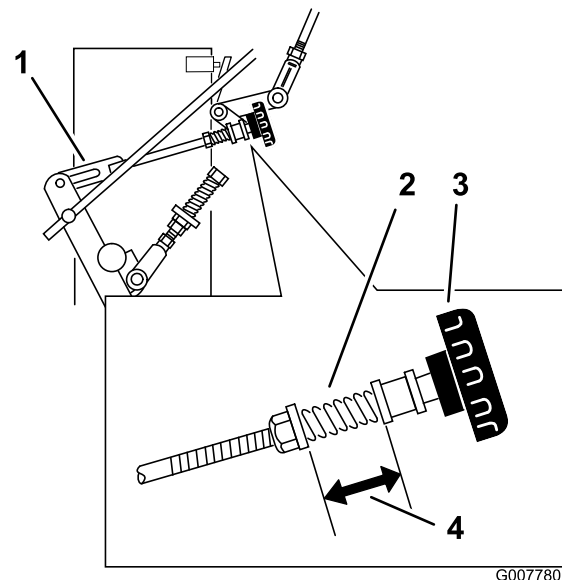

Bild 38
3. Stellen Sie das rechte Gestänge ein, indem Sie das Schnellspur-Handrad nach links drehen, bis sich der Reifen vorwärts dreht (Bild 38).
4. Drehen Sie das Handrad jeweils um eine Vierteldrehung nach rechts. Schieben Sie den Fahrgeschwindigkeitshebel nach vorne und dann zurück in die NEUTRAL-Stellung. Wiederholen Sie diese Schritte, bis sich das rechte Rad nicht mehr vorwärts dreht (Bild 38).
6. Die Feder, die das Handrad spannt, muss normalerweise nicht eingestellt werden. Wenn eine Einstellung notwendig ist, stellen Sie die Länge der Feder zwischen den Scheiben auf 26 mm ein (Bild 38).
7. Drehen Sie die Mutter vorne an der Feder, um die Federlänge einzustellen (Bild 38).